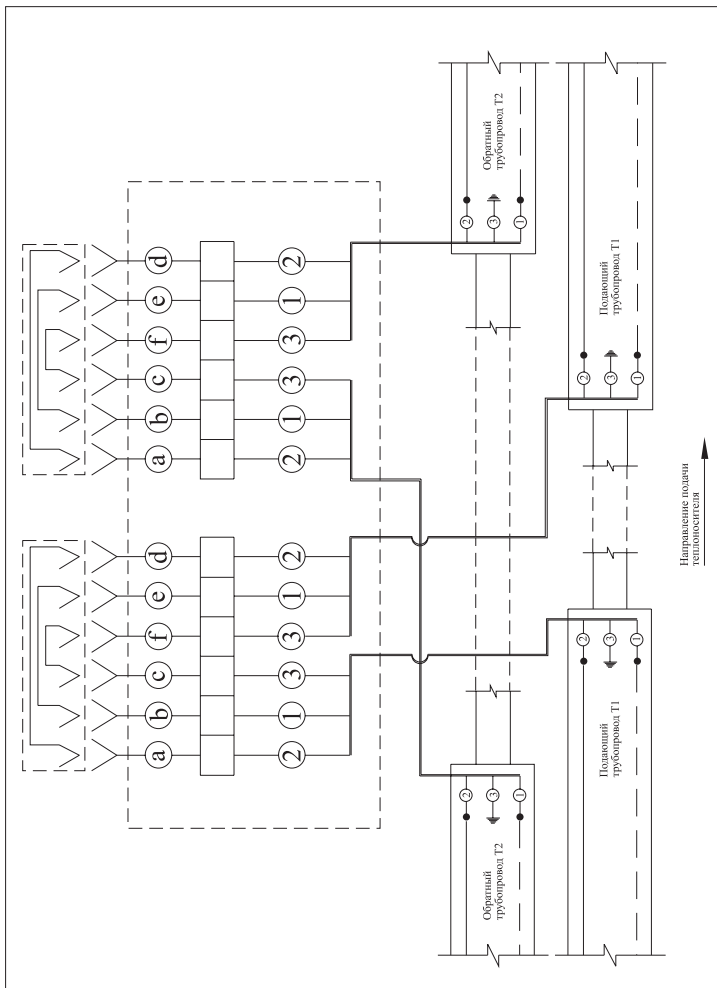

Рис. 10 «Соединение двух независимых двухтрубных систем ОДК»
9. Для соединения двух независимых двухтрубных систем ОДК монтаж проводников внутри терминала осуществлять по электрической схеме **Рис. 10**, а в разъем **2** установить заглушки-соединители с маркерной полосой **1б**.